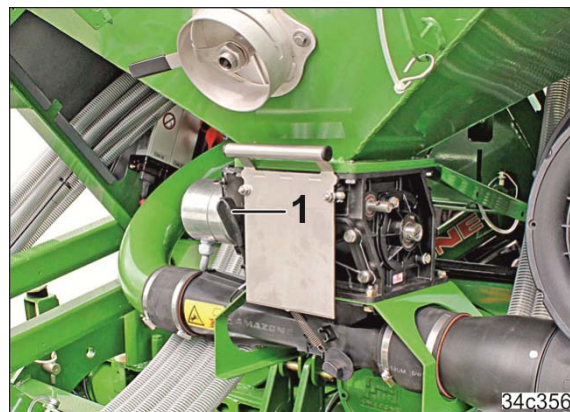

Fig. 219
- 5.1 Sortez la clé (Fig. 219/1) de son support.